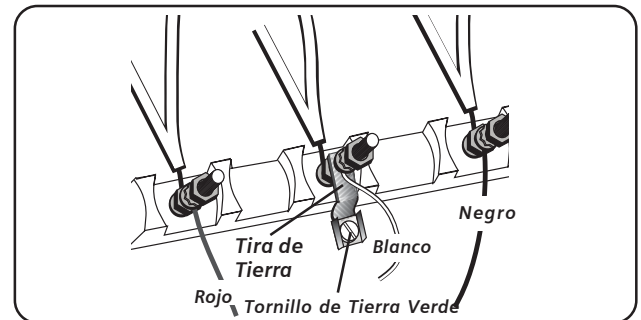

Figura 8
2. Tome medidas para localizar la posición del soporte como se indica en la Figura 8.
7. Apriete todas las conexiones bien y reemplace la tapa del bloque de terminales (Vea Figura 8).